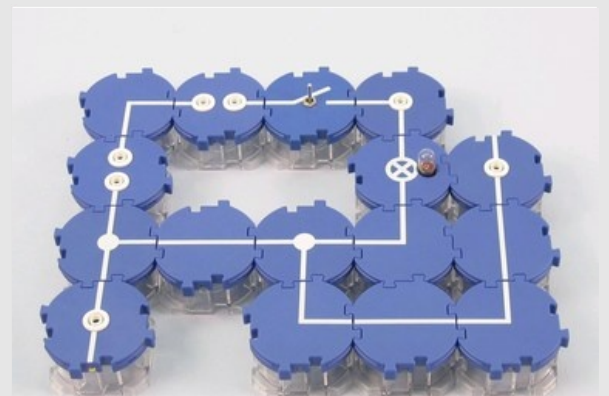
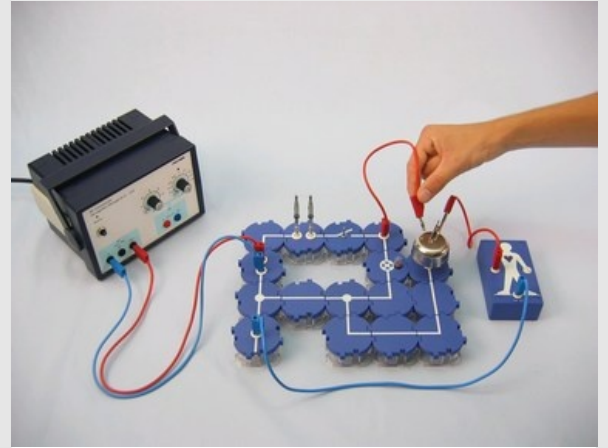

Abb. 3
Abb. 4
- Ändere den Versuch nach Abb. 3 und Abb. 4 ab und wiederhole die Versuchsdurchführung.